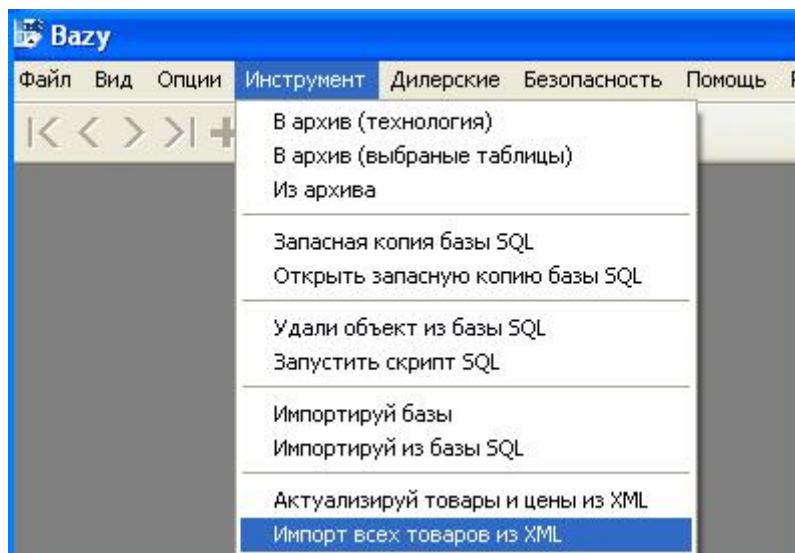

Рисунок 39. Импорт всех товаров из XML
- **Импорт всех товаров из XML** – диалоговое окно почти такое же, как в предыдущем параметре (рис. 39). Это дает возможность импортировать все товары из файла XML.